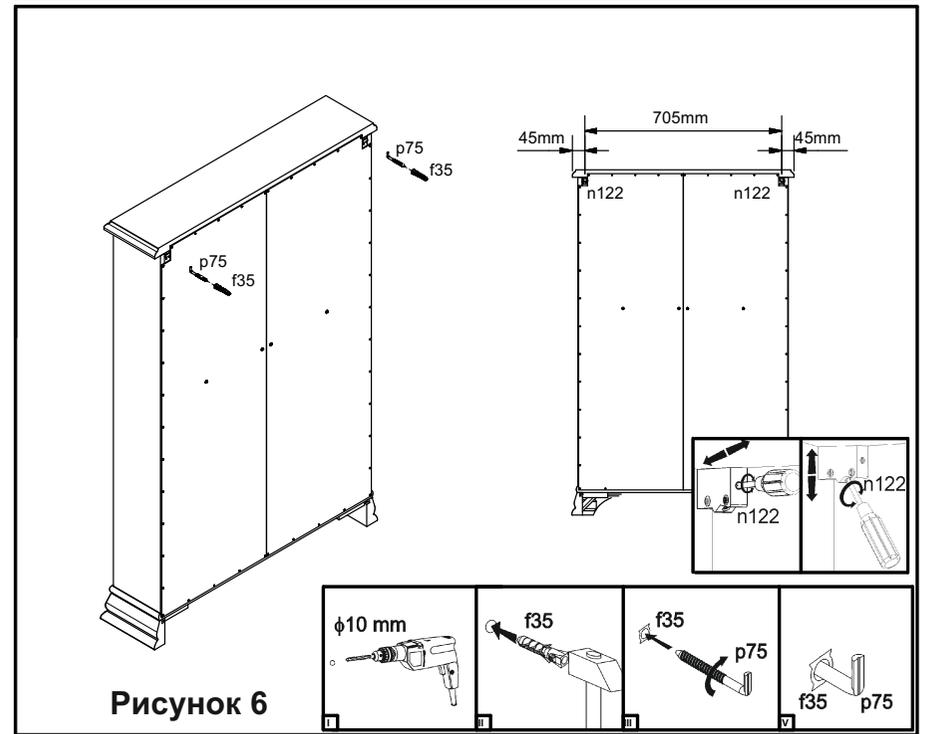

Рисунок 6
13. **ВНИМАНИЕ!** В целях предотвращения опрокидывания тумбы, необходимо в месте ее установки напротив кронштейнов для навешивания **n122** в стене просветлить два отверстия $\varnothing 10$ мм, в которые аккуратно вбить пластмассовые дюбеля **f35**, а затем вкрутить в дюбеля **f35** крючки **p75** (см. рис. 6).
14. Навесить изделие на крючки **p75** (см. рис. 6).